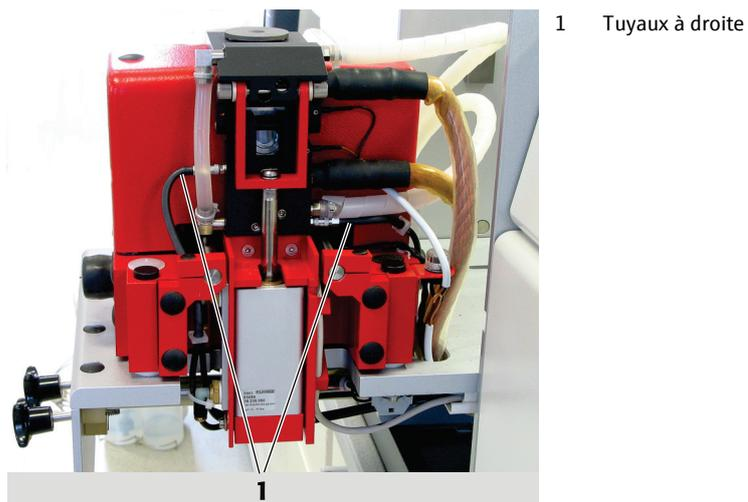

Fig. 47 Four sorti, côté droit
5. Brancher les tuyaux de gaz sur le côté droit du four (Fig. 47).